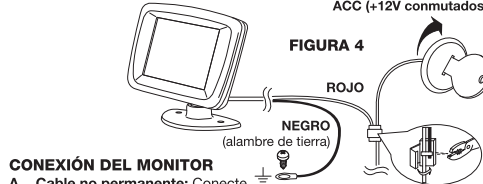

FIGURA 4
- Conexión permanente en el cableado/la caja de fusibles:** Encamine el cable hacia la caja de fusibles para conexiones de poder. Asegure el exceso de cable utilizando amarres. Use un voltímetro o una punta de prueba para determinar cuál fusible o cable tiene +12 Voltios conmutados. (Controle el encendido y apagado usando la llave del vehículo). Use los conectores de empalme incluidos en el kit si usted va a conectar el monitor a un cable del vehículo. Conecte el cable Negro al cuerpo metálico del vehículo. Asegúrese de que el metal de la ubicación de tierra de vehículo esté limpio; remueva cualquier pintura o desechos. Use el tornillo autorroscante y la terminal de anillo incluidos en el kit. Vea la figura 4.